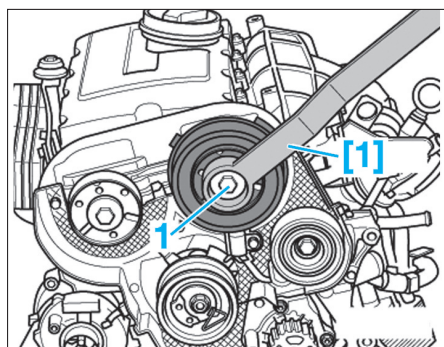

Fig. 68
- [1]. Contre appui (ref. T10051) (Fig.68).
- À l'aide de l'outil [1], desserrer la vis (1) du moyeu d'arbre à cames de deux tours (Fig.68).